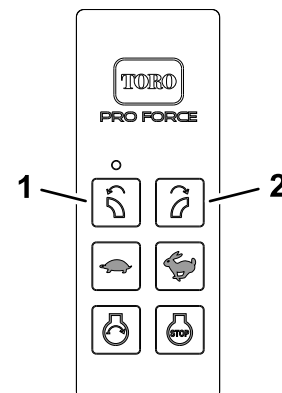

Figura 51
4. Mantenga pulsados simultáneamente los botones GIRAR LA TOBERA A LA IZQUIERDA y GIRAR LA TOBERA A LA DERECHA (Figura 51).
7. Mantenga pulsado el botón GIRAR LA TOBERA A LA IZQUIERDA (Figura 51).
8. Siga pulsando el botón GIRAR LA TOBERA A LA IZQUIERDA (Figura 51) y gire la llave de contacto a la posición de MARCHA.
- Suelte el botón GIRAR LA TOBERA A LA IZQUIERDA (Figura 51) y gire la llave de contacto hasta la posición de PARADA.